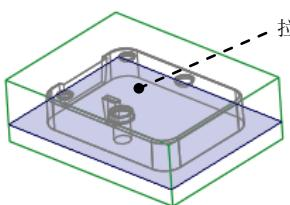
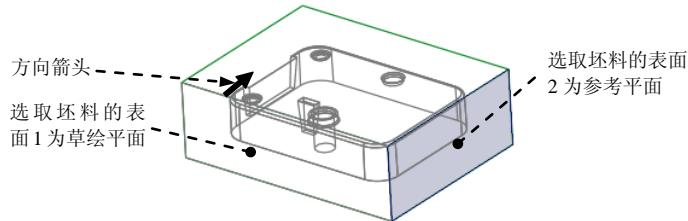

图 20.27 拉伸曲面
图 20.28 定义草绘平面
- (1) 按住 Ctrl 键, 选取合并面组 9 和边界曲面 8。
- (2) 单击 **分型面** 操控板中 **编辑** ▾ 区域的 **合并** 按钮, 此时系统弹出“合并”操控板。
- (3) 在操控板中单击 **选项** 按钮, 在“选项”界面中选中 **相交** 单选项。
- (4) 在“合并”操控板中单击 **确定** 按钮。
Step24. 创建拉伸曲面, 如图 20.27 所示。
- (1) 将坯料取消遮蔽。
- (2) 单击 **分型面** 功能选项卡 **形状** ▾ 区域中的 **拉伸** 按钮, 此时系统弹出“拉伸”操控板。
- (3) 定义草绘截面放置属性。右击, 从弹出的菜单中选择 **定义内部草绘...** 命令; 在系统 **选择一个平面或曲面以定义草绘平面** 的提示下, 选取图 20.28 所示的坯料表面 1 为草绘平面, 接受图 20.28 中默认的箭头方向为草绘视图方向, 然后选取图 20.28 所示的坯料表面 2 为参考平面, 方向为 **右**。然后单击 **草绘** 按钮。